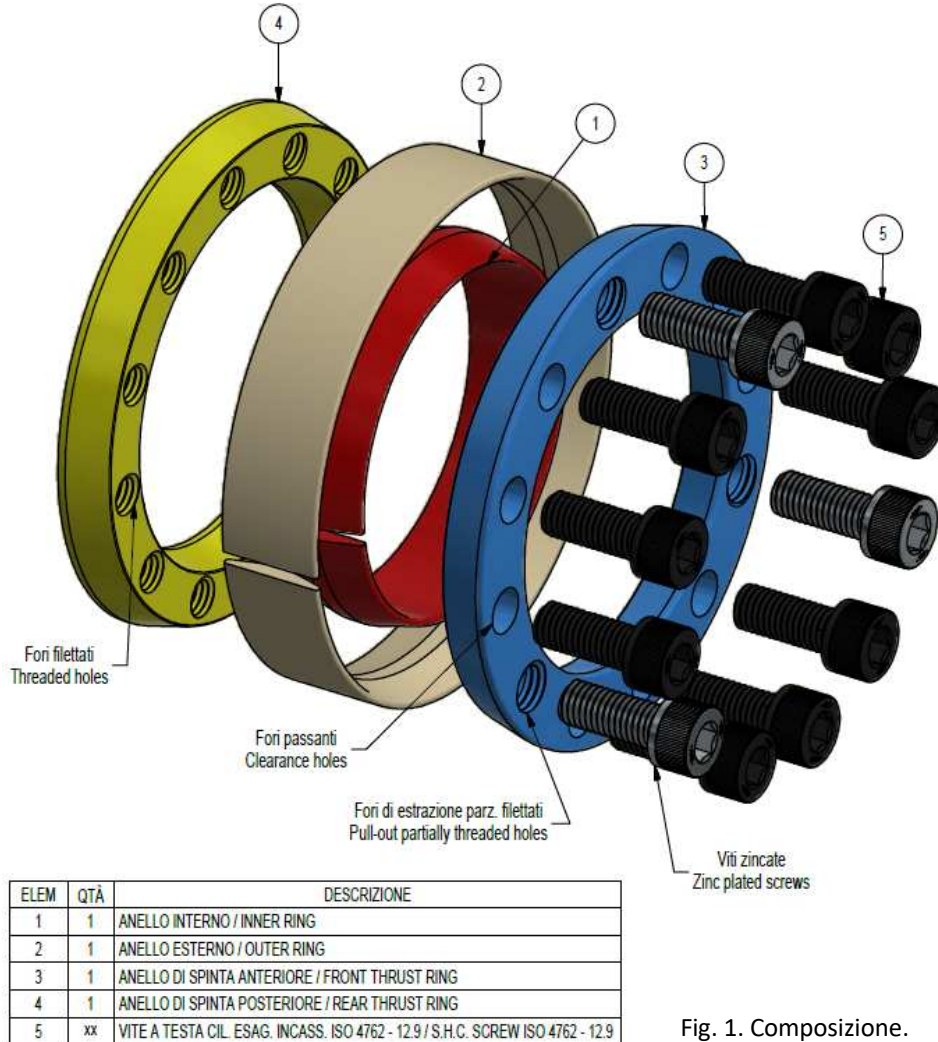

Fig. 1. Composizione.
- I calettatori MAV 2005 sono forniti pronti per l'installazione e sono così composti (fig. 1):